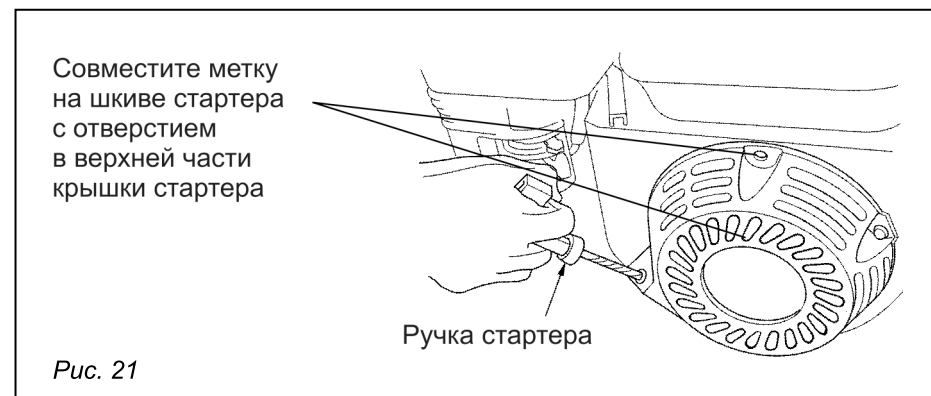

Рис. 21
- Потяните за рукоятку стартера до тех пор, пока вы не почувствуете сопротивление. Продолжайте тянуть рукоятку стартера до тех пор, пока отметка на шкиве стартера не совпадет с отверстием на кожухе стартера (см. рис. 21). В этом положении впускной и выпускной клапан двигателя закрыты. Таким образом, вы предохраните двигатель от внутренней коррозии.